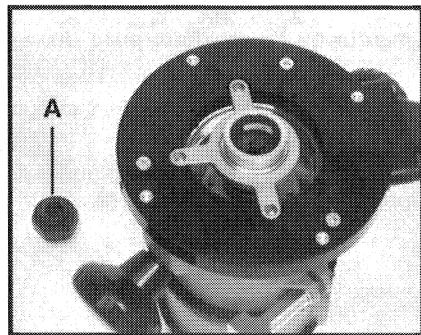

Fig. 4
2. Positionnez l'ensemble de guide de gabarit et d'insert dans les trois renforcements de la partie inférieure de la base d'aspirateur (voir Fig. 4) et fixez à l'aide de trois vis No. 4-40 x  $\frac{1}{4}$  po tirées du jeu de ferrures de montage.
Sur les modèles de toupie pourvus du gros écrou de retenue (A) de douille, Fig. 4, vous pouvez régler la profondeur de la toupie de manière à mettre le chanfrein sur l'écrou de retenue de douille en contact avec le chanfrein de l'écrou de retenue du guide de gabarit. Ceci assurera un alignement précis du guide sur la douille.
Sur les modèles de toupie NON pourvus du gros écrou de retenue de douille (A) Fig. 4, l'alignement doit être effectué visuellement.